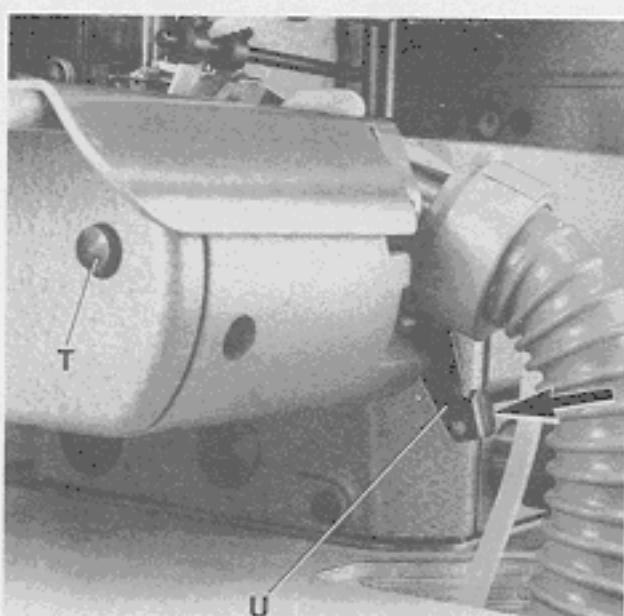

Fig.54
Press lever (U, Fig. 54) in direction of the arrow as far as it will go. Then press slightly the push button (T) on the front of the cylinder. Now release lever (U) so it will move very slowly against the direction of the arrow until the slightly pressed push button (T) engages. This locks the upper knife in its lowest position and the fabric undertrimmer is disengaged. A short tip on lever (U) engages the trimmer again.
Drücken Sie den Hebel (U, Fig. 54) in Pfeilrichtung bis zum Anschlag. Dann drücken Sie leicht auf den Druckknopf (T) an der Stirnseite des Zylinders. Nun lassen Sie den Hebel (U, Fig. 54) los, so daß er sich ganz langsam entgegen der Pfeilrichtung bewegt bis der leicht gedrückte Knopf (T) einrastet. Das Obermesser wird dadurch in einer unteren Stellung festgehalten und der Stoffkantenunterschneider ist ausgeschaltet. Kurzes Antippen des Hebels (U) schaltet den Kantenschneider wieder an.